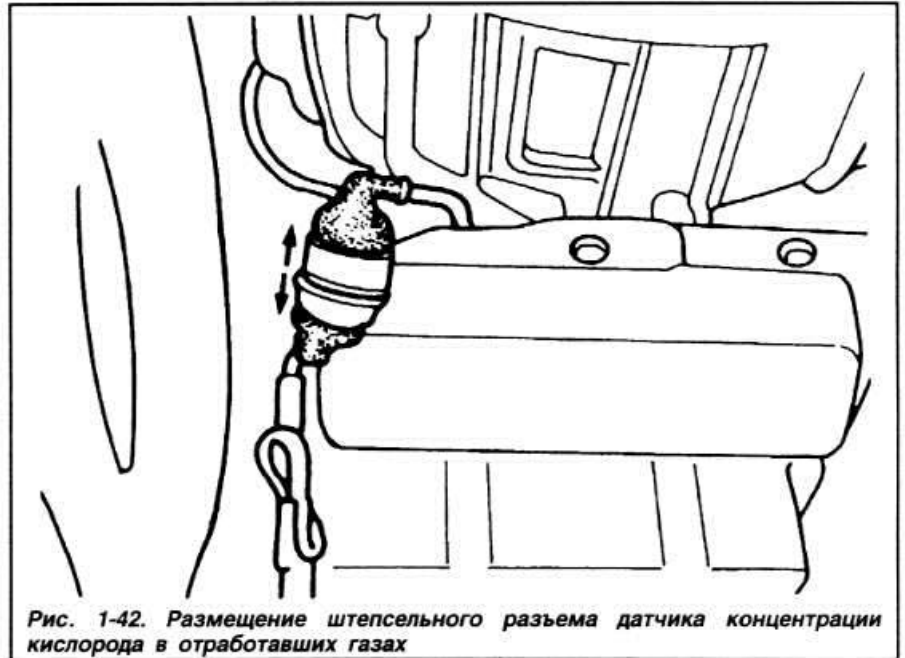

Рис. 1-42. Размещение штепсельного разъема датчика концентрации кислорода в отработавших газах
- Разъединить разъем датчика содержания кислорода (рис. 1-42).